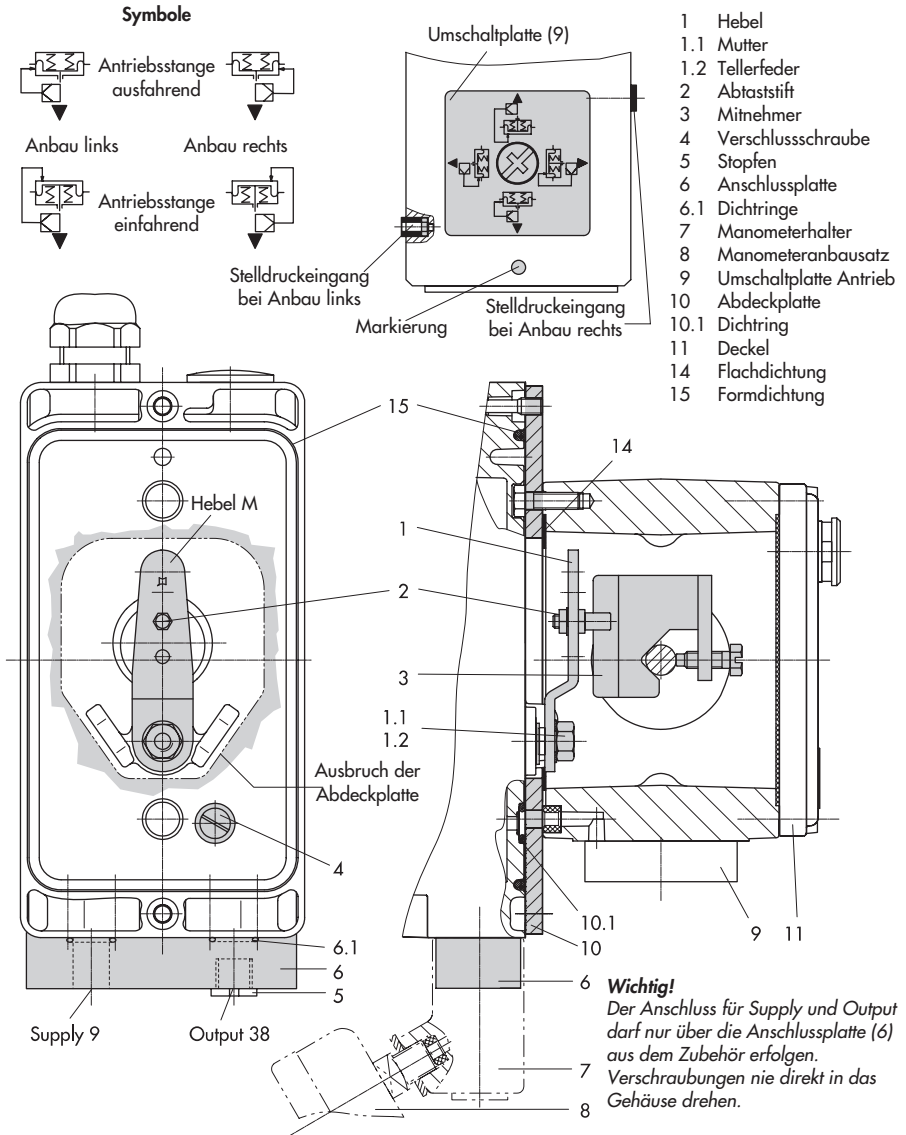

Bild 3 · Direktanbau – Stelldruckanschluss für Antrieb Typ 3277-5 mit 120 cm²
1. Anschlussplatte (6) oder Manometerhalter (7) mit Manometern am Stellungsregler montieren, auf richtigen Sitz der beiden Dichtringe (6.1) achten.
2. Verschlusschraube (4) auf der Stellungsreglerrückseite entfernen und den Stelldruckausgang „Output 38“ an der Anschlussplatte (6) bzw. am Manometerhalter (7) mit dem Stopfen (5) aus den Anbauteilen verschließen.
3. Mitnehmer (3) an die Antriebsstange setzen, ausrichten und so festschrauben, dass die Befestigungsschraube in der Nut der Antriebsstange sitzt.
4. Abdeckplatte (10) mit schmaler Seite des Ausbruches (Bild 3 links) in Richtung zum Stelldruckanschluss befestigen, die aufgeklebte Flachdichtung (14) muss zum Antriebsjoch zeigen.
5. **Hub 15 mm:** Am Hebel **M** (1) auf der Stellungsreglerrückseite verbleibt der Abtaststift (2) auf Stiftposition **35** (Lieferzustand).